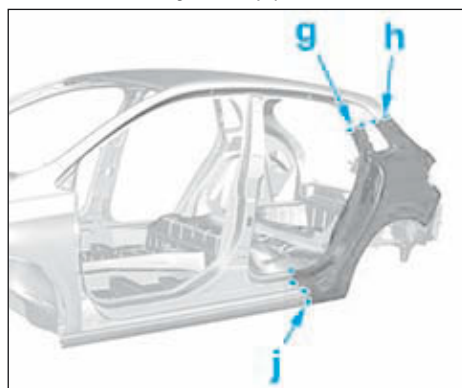

FIG.104
- cordons MAG en (g), (h) et (j) puis meuler les cordons de soudure (Fig.104),